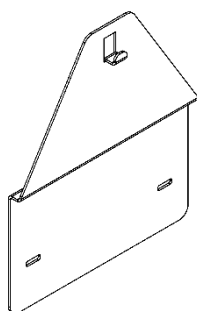

Рисунок 6. Переходная планка
7.2.3 При установке аппарата на место где ранее был установлен аппарат марки «NEVA» или «BaltGaz», который крепился к стене с помощью двух крючков, можно выкрутить данные крючки и использовать отверстия для установки переходной планки (см. рис. 6). Переходная планка 124610-00.050 позволяет смонтировать аппарат с использованием уже имеющихся крепежных отверстий в стене. Переходная планка приобретается отдельно в фирменных магазинах или на сайте baltgaz.ru.